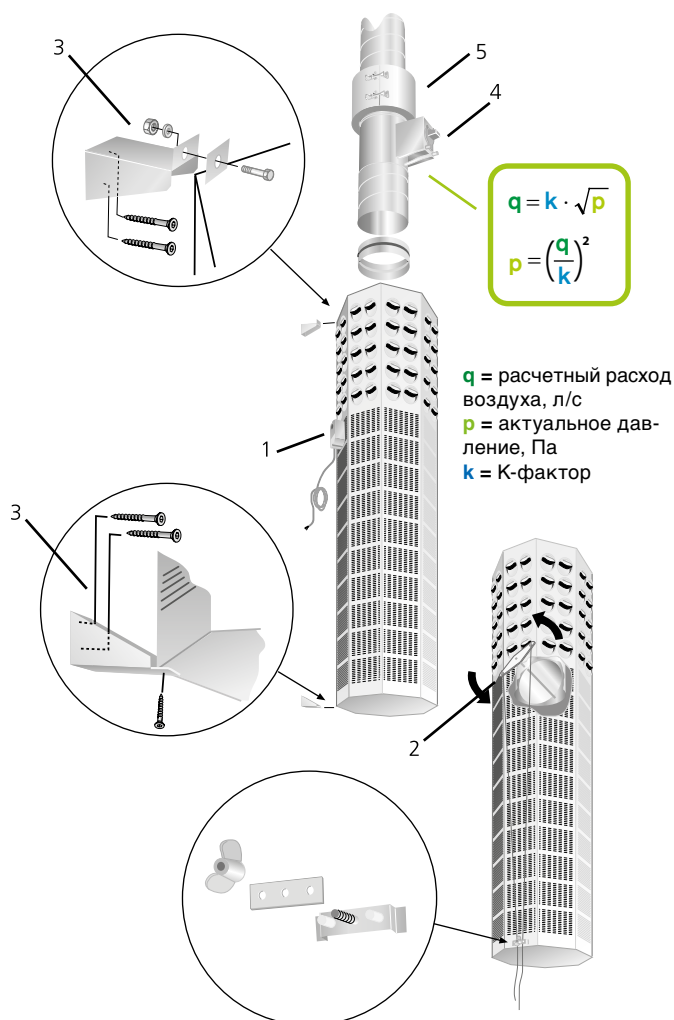

Рисунок 1. Монтаж. Настройка
Регулируемый блок измерения (4) для настройки расхода воздуха, см. рис. 1.
Быстроразъемная муфта (5) для облегчения монтажа и демонтажа, см рис. 1.
Кронштейны (3), монтируемые к стене, а затем к ВОС, прилагаются. См. рис. 1.
Настройка расхода воздуха производится устройством для регулирования расхода воздуха (4), монтируемым в воздуховод перед ВОС. См. рис. 1. Внимание! 4 и 5 (рис. 1) не входят в поставку.
Пояснения к рис. 1: